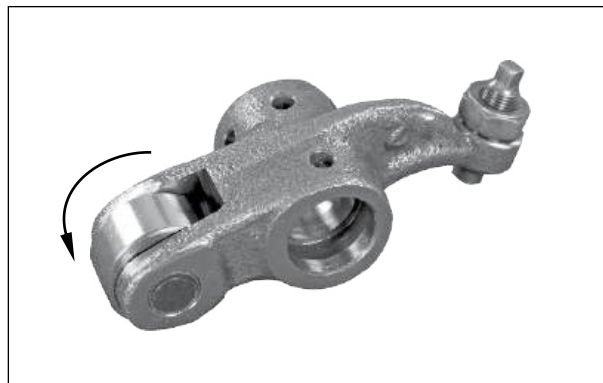

Fig. 3.69
- O balancim da válvula possui um acionador de rolete. O rolamento do acionador é um rolamento de agulhas do tipo roletes de aço alojados. Isto diminuirá a carga exercida pelo comando de válvulas no motor, reduzindo o atrito. (Fig. 3.69)